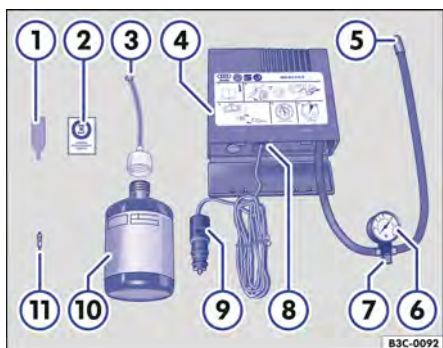

Fig. 253 Representação esquemática: componentes do kit de reparo dos pneus.
O kit de reparo dos pneus encontra-se no compartimento de bagagem sob o revestimento do assoalho. Ele é composto pelos seguintes componentes → Fig. 253:
12. Colar a etiqueta adesiva → Fig. 253 ② do kit de reparo dos pneus no campo de visão do condutor no painel de instrumentos.
- Com a chave para remoção do elemento da válvula → Fig. 253 ①, desrosquear o elemento da válvula da válvula do pneu e colocá-lo sobre uma superfície limpa.
- Agitar a garrafa para enchimento dos pneus → Fig. 253 ⑩ algumas vezes com força.
- Rosquear a mangueira de enchimento → Fig. 253 ③ com firmeza no sentido horário sobre a garrafa para enchimento dos pneus. A película na tampa é perfurada automaticamente.
- Remover a vedação da tampa da mangueira de enchimento → Fig. 253 ③ e introduzir a extremidade aberta totalmente na válvula do pneu.
- Rosquear novamente o elemento da válvula com a chave para remoção do elemento da válvula → Fig. 253 ① na válvula do pneu.
- Rosquear a mangueira de enchimento dos pneus → Fig. 253 ⑤ do compressor de ar com firmeza na válvula do pneu.
- Verificar se o parafuso de sangria de ar → Fig. 253 ⑦ está fechado.
- Encaixar o conector do cabo → Fig. 253 ⑨ em uma tomada 12 V do veículo → Página 226.
- Ligar o compressor de ar com o interruptor LIGA-DESLIGA → Fig. 253 ⑧.
Reconectar a mangueira de enchimento dos pneus → Fig. 253 ⑤ e ler a pressão dos pneus no manômetro de pressão dos pneus → Fig. 253 ⑥.